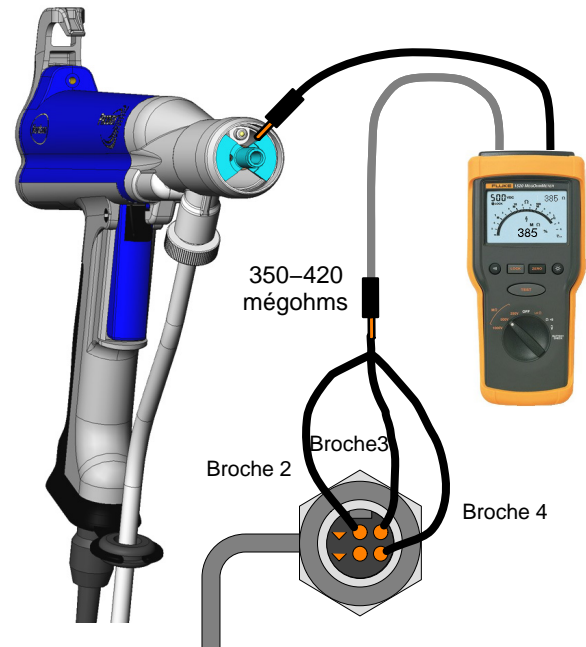

Fig. 12 Test entre l'extrémité du câble et le plongeur à ressort
1. Voir la figure 12. Enlever la buse.